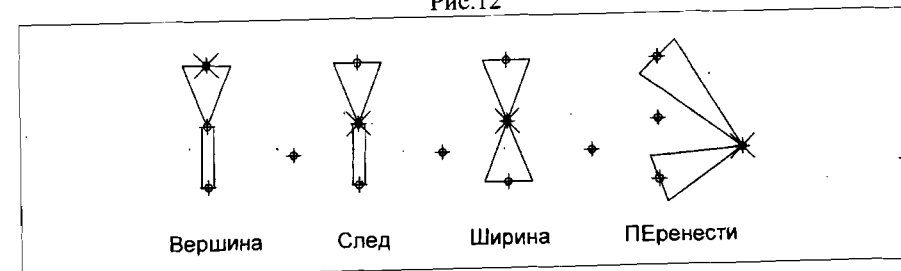

Рис.13
5. Командой ПОЛПРЕД (PEDIT) отредактировать заданную двухсегментную полилинию (рис.13), для чего, выбрав опцию Вершина (Edit vertex) главного меню команды, перейти в подменю редактирования вершин и выполнить последовательность опций: След, Ширина, ПЕРенести (Next, Width, Move соответственно).